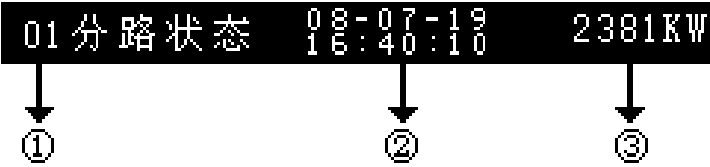

图 7 分路状态说明
界面说明：①表示分路号 ②工作当前时间 ③分路总功率值，（见图 7）。